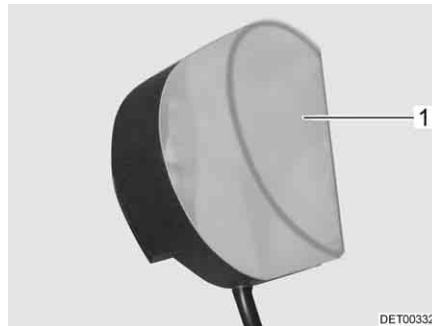

Bild 279 Klädsåpslampa
- Tryck ihop lampkåpan (Bild 279,1) lätt och tag av den.